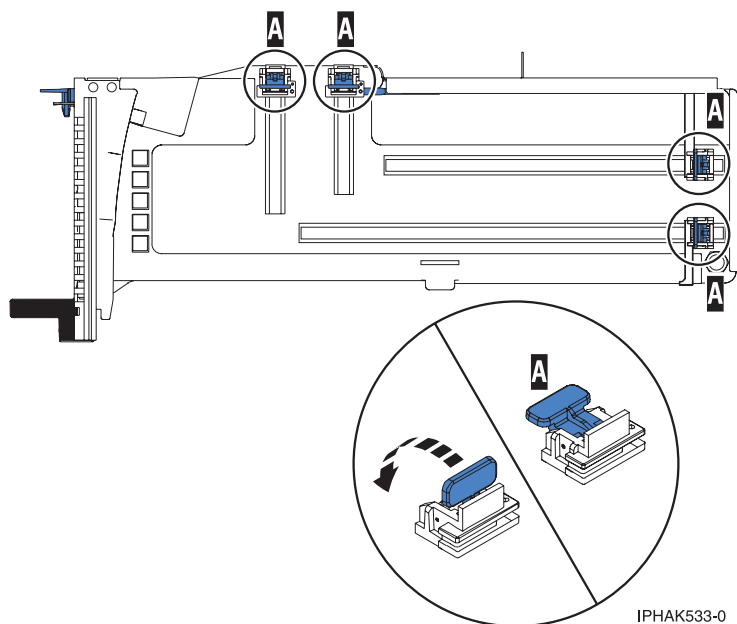

Figura 85. Peças de fixação do adaptador
- b. Certifique-se de que todas as peças de fixação do adaptador (**A**) foram pressionadas para fora, na direcção das extremidades da cassete, de modo a permitir a colocação do adaptador. Consulte a Figura 85 na página 95.